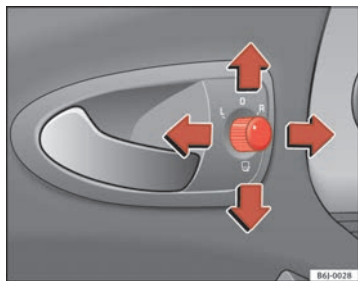

Fig. 66 Mando de los retrovisores exteriores
1. En primer lugar, gire el mando ⇒ fig. 66 hasta la posición **L** (retrovisor izquierdo).
- Gire el mando ⇒ fig. 66 hasta la posición ☐ para plegar los retrovisores exteriores. Para evitar daños en el vehículo, debería plegar los retrovisores exteriores siempre que utilice un túnel de lavado automático.